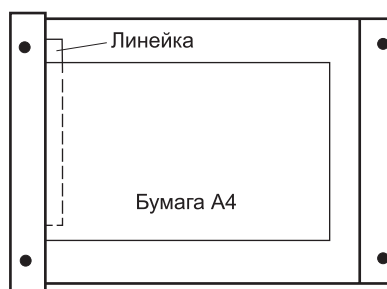

Рис. 4. Регулировка вертикального масштаба копирования
- Поместите на стекло оригинала линейку, на линейку лист бумаги формата А4, как показано на рис. 4, и выполните копию в масштабе 1 : 1;